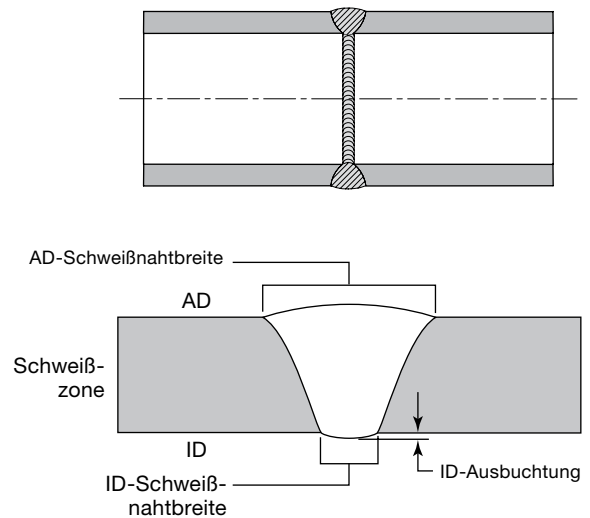

Abb. 68: Akzeptable Schweißnaht
Abbildung 68 zeigt eine akzeptable Schweißnaht: Sie weist eine stetige, volle Durchdringung vom Außendurchmesser (AD) zum Innendurchmesser (ID), eine Krone am AD und eine minimale Schweißnahtausbuchtung am ID auf.